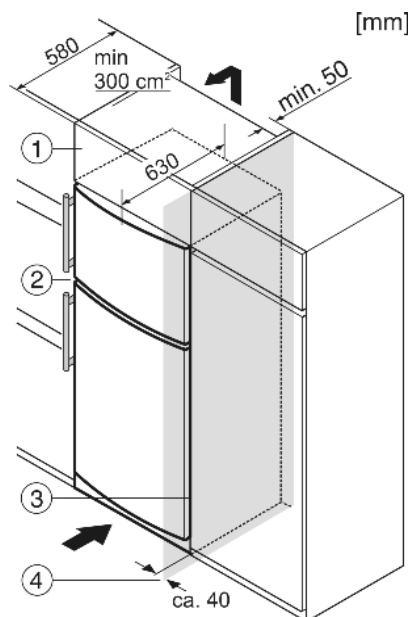

Fig. 6
- (1) Дополнительный шкафчик (2) Устройство (3) Кухонный шкаф (4) Стенка
Устройство может быть окружено предметами кухонной обстановки. Чтобы уравнять устройство Fig. 6 (2) по высоте с кухонной стенкой, можно установить над устройством соответствующий дополнительный шкафчик Fig. 6 (1).
При комбинировании с обычными кухонными шкафами (глубина макс. 580 мм) устройство можно установить непосредственно рядом с кухонным шкафом Fig. 6 (3). Дверь устройства выступает по сторонам на 34 мм и по центру устройства на 50 мм относительно передней стенки кухонного шкафа. Поэтому ее можно свободно открывать и закрывать.
Если устройство установлено на шарнирах у стены Fig. 6 (4), то расстояние между устройством и стеной должно быть не менее 40 мм. Настолько выступает ручка при открытой дверце.